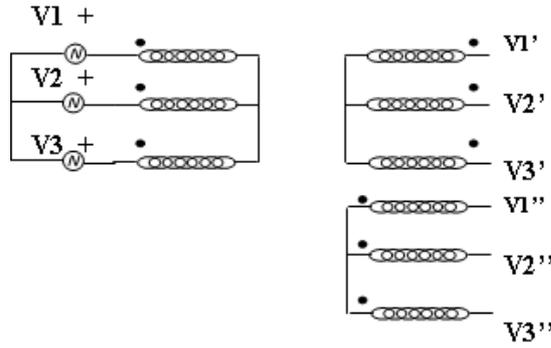

Figura 4: Esquema del Problema 6
El transformador trifásico de la figura 4, que se considerará ideal en todo el problema, consta de 1 bobinado primario trifásico con 500 vueltas en sus arrollamientos y de dos bobinados secundarios también trifásicos de 50 vueltas cada uno en sus arrollamientos, las conexiones de los bobinados son las indicadas en la mencionada figura. La fuente a que se conecta el transformador se considera ideal y sus valores de tensión son los siguientes:  $V1 = 220\angle 0^\circ$ ,  $V2 = 220\angle -120^\circ$ ,  $V3 = 220\angle 120^\circ$ .
- Para el circuito de la figura 4 efectuar un diagrama fasorial de las 6 tensiones de fase secundarias.